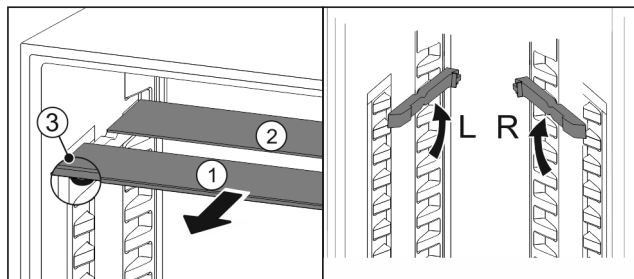

Fig. 87
- По одной извлеките Fig. 87 (1) стеклянные панели движением вперед.
- ▷ Стеклянная панель Fig. 87 (1) с декоративной планкой лежит спереди.
- ▷ Стопоры Fig. 87 (3) показывают вниз.